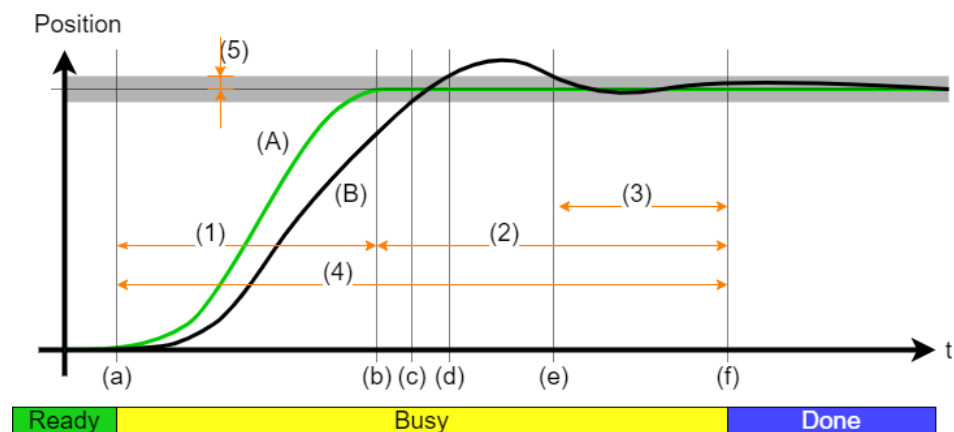

Abb. 3 Begriffe beim Positioniervorgang
Diese Parameter bestimmen zusammen die Genauigkeit eines Positioniervorgangs. Sie entsprechen den Werten (5) und (3) in Abb. 3.
Das Timeout gibt an, wie lange ein Ausregelvorgang, also die «Ausregelzeit» gem. ↻Abschnitt 3.5.2, maximal dauern darf. Die Verfahrzeit wird dabei nicht mitgerechnet. Die Ausregelzeit beginnt zu laufen, sobald das Ziel theoretisch erreicht ist. Die Positionierung gilt als abgeschlossen, sobald Punkt (d) in Abb. 3 erreicht ist.